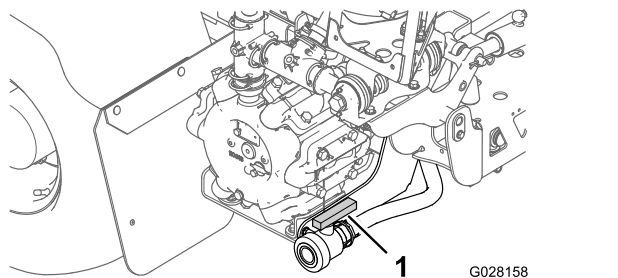

Figura 46
2. Localize a válvula de escoamento do depósito na traseira da máquina (Figura 46).